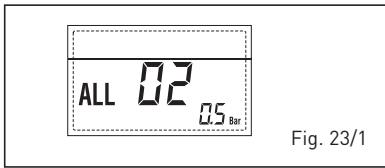

Fig. 23/1
- ANOMALIA ALTA PRESSÃO ÁGUA "ALL 03" (fig. 23/2)